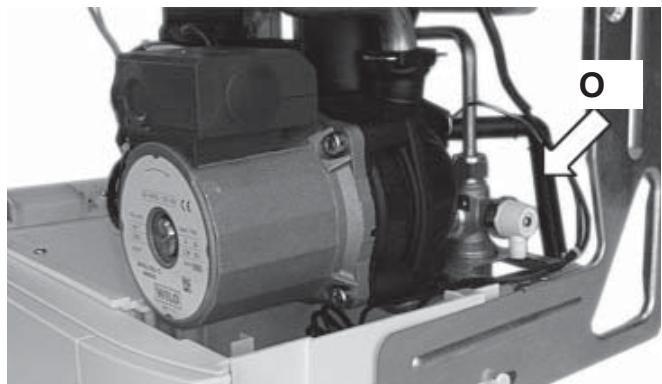

рисунок 5.4
- Присоедините трубку О (рисунок 5.4) к предохранительному клапану и системе слива.